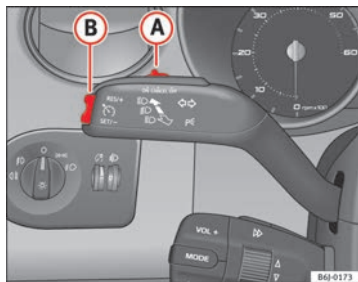

Fig. 121 Leva degli indicatori di direzione e degli abbaglianti: interruttore e tasto di comando del regolatore di velocità
- Quando il veicolo raggiunge la velocità che si intende poi mantenere, premere una sola volta sulla parte inferiore del tasto **SET** ⇒ fig. 121 **(B)**.